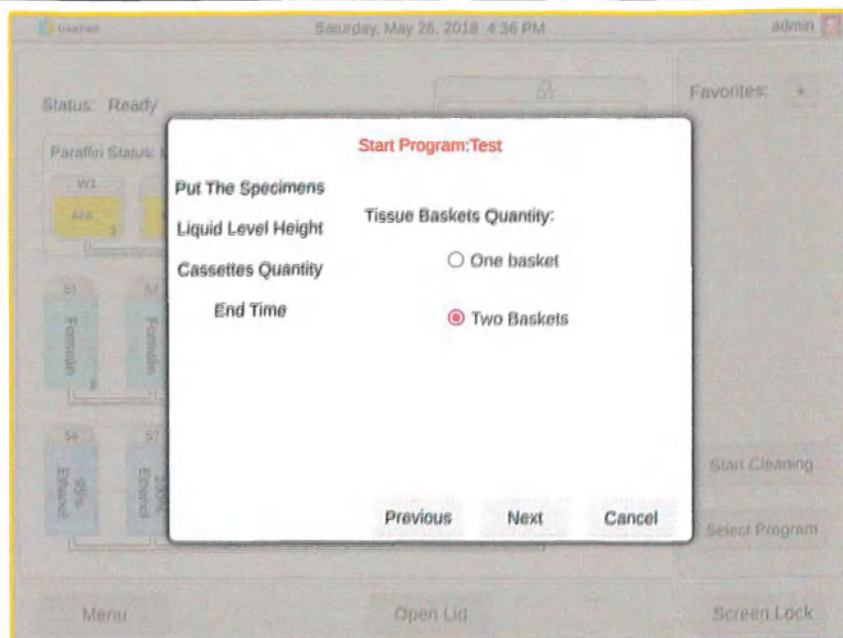

Рис. 74
- Выберите количество корзин с образцами тканей (Рис. 74).